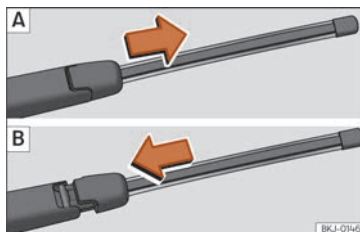

Fig. 84 Estrarre e posizionare la spazzola del tergilunotto.
- Scorrere l'adattatore della spazzola nella direzione della freccia e rimuovere la spazzola »» **fig. 84 A.**
- Posizionare la spazzola come indicato nella figura »» **fig. 84 B** e scorrere l'adattatore fino a quando non si incastra.